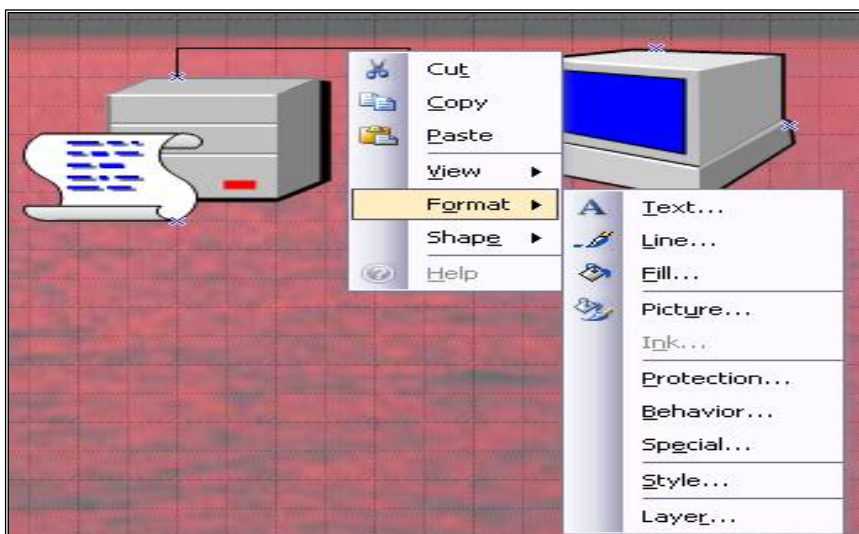

Рис. 60. Форматирование линий соединений фигур
16. Выполнить настройки линий соединений, используя контекстное меню – рисунок 60. (команды **Format – Line**).